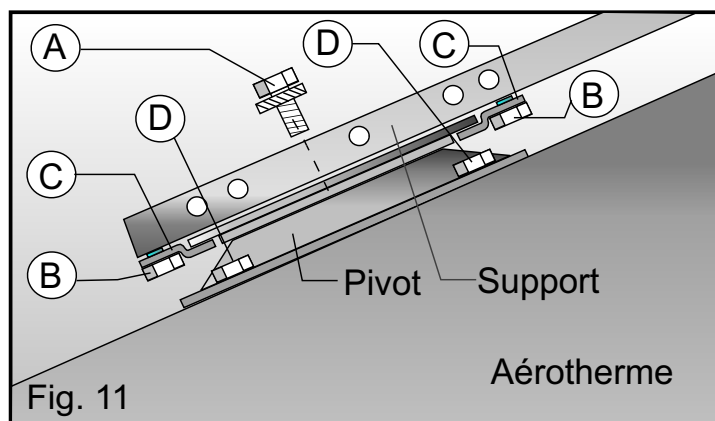

Fig. 11
- Mettre le pivot sur le dessus de l'aérotherme en dévissant les 4 vis Rep. D et en les remettant . ( Fig11 ) .